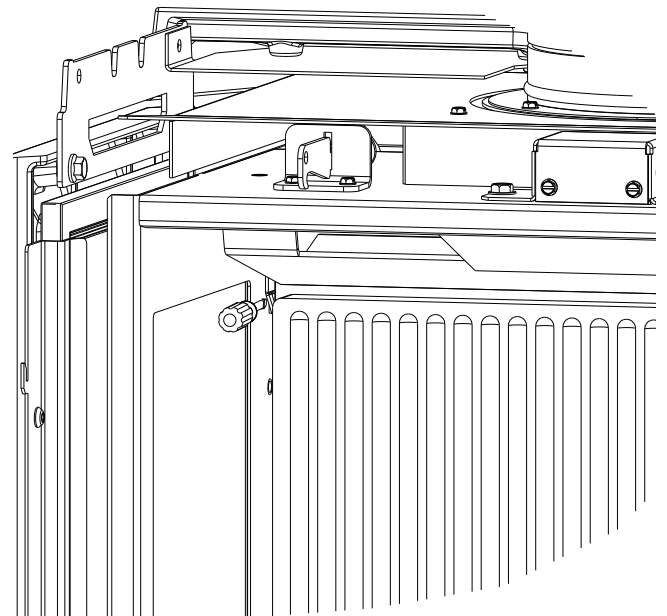

Figure 10.5. Pliez complètement les deux languettes pour retenir le panneau.
3. Insérez le tournevis sous la languette précédemment pliée et tournez-la pour plier la languette contre le panneau. Répétez cette étape de l'autre côté et pliez les languettes de manière égale afin que le panneau soit centré et retenu dans la boîte à feu. Voir la figure 10.5.